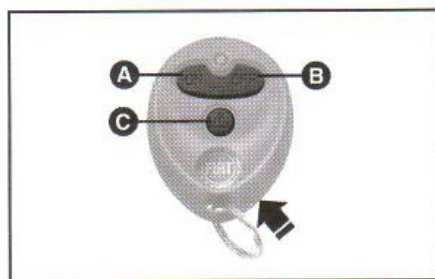
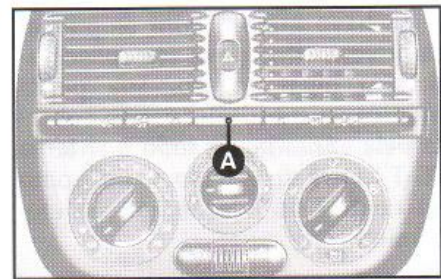

fig. 3
fig. 4
- uma chave **A**, duas chaves **B** (fig. 1) e dois chaveiros **C** (fig. 3), quando o veículo estiver equipado com telecomando e/ou alarme eletrônico.
Esta função só é possível nos veículos dotados de chaveiro telecomando (fig. 3).
- Para realizar o travamento remoto das portas e, em algumas versões, o levantamento dos vidros elétricos, pressionar o botão "ON" (A-fig. 3).
- Para destravar as portas, apertar o botão "OFF" (B-fig. 3). As luzes de direção piscam uma vez.
- Com a ignição desligada, e pressionando o botão **C-fig. 3** do chaveiro telecomando, a buzina irá tocar 5 vezes e as luzes de direção irão piscar durante 15 segundos (versões sem alarme). Pressionando novamente a tecla **C**, o processo é interrompido antes dos 15 segundos.
Para veículos com alarme, ao acionar o botão **C-fig. 3**, a sirene é acionada durante 5 segundos e as luzes de direção irão piscar durante 15 segundos. Ao ser interrompida a função localizadora, o estado do alarme permanecerá o mesmo.
O alarme eletrônico é comandado pelo receptor localizado na caixa de iluminação interna dianteira e é ativado pelo telecomando incorporado no chaveiro **fig. 3**.
Para acionar o alarme eletrônico: pressionar o botão "ON" **A-fig. 3** do chaveiro telecomando. O acionamento trava as portas, eleva os vidros (em algumas versões) e coloca em funcionamento o alarme. É emitido um bip sonoro e as luzes de direção se acendem por 4 segundos. O led **A-fig. 4** lampeja durante todo o tempo em que o alarme estiver acionado.
Para desligar o alarme: pressionar o botão "OFF" (**B-fig. 3**) do chaveiro telecomando. São emitidos dois bips e as setas lampejam por duas vezes. As portas se destravam e a luz interna dianteira se acende gradualmente, apagando-se após 7 segundos, desde que nenhuma porta tenha sido aberta ou novo travamento tenha sido comandado pelo telecomando.
Proceder do seguinte modo: após o toque no botão "ON" (**A-fig. 3**) do chaveiro telecomando, apertar o botão **C**, antes do término dos 4 segundos das setas.
O led **A-fig. 4** no painel de instrumentos e as setas se apagam para confirmar a exclusão.
Para restabelecer a vigilância volumétrica, apertar o botão "OFF" (**B-fig. 3**) e duas vezes o "ON" (**A-fig. 3**).
O telecomando possui 3 botões e um led. O botão "ON" (**A-fig. 3**), ao ser pressionado, trava as portas, fecha os vidros (em algumas versões) e aciona o alarme. O botão "OFF" (**B-fig. 3**), desativa a função atual, alarme ou travamento das portas. O botão **C-fig. 3**, comanda a função de localização e exclusão da proteção volumétrica. O alcance do telecomando pode variar de 3 a 5 metros, dependendo do estado da bateria.
Se, apertando o botão do telecomando, o led existente no mesmo emitir somente um lampejo, ou o led **A-fig. 4** no painel de instrumentos permanecer aceso com luz fixa até o desligamento do alarme, é necessário substituir a pilha por outra do mesmo tipo. Para tanto, abrir a capa de plástico com uma chave de fenda introduzida na sede indicada pela seta **fig. 3**. Colocar a nova pilha seguindo as polaridades indicadas. Fechar a capa de plástico.